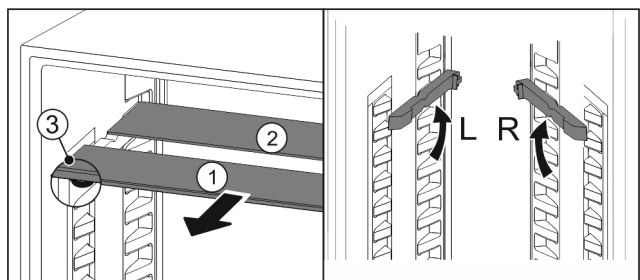

Fig. 78
- Glasplatten einzeln nach vorne herausziehen Fig. 78 (1).
- ▷ Glasplatte Fig. 78 (1) mit Zierleiste liegt vorne.
▷ Stopps Fig. 78 (3) zeigen nach unten.